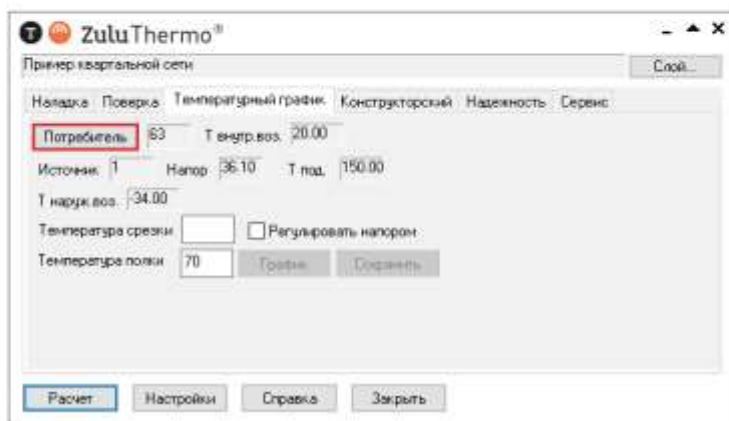

Рисунок 13.4. Выбор потребителя для расчета
4. Нажмите кнопку Потребитель (смотрите Рисунок 13.4, «Выбор потребителя для расчета») панели теплогидравлических расчетов.